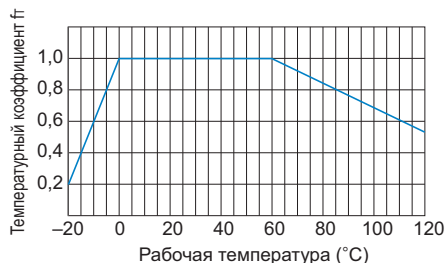

Рис.2 Температурный коэффициент
Рост температуры гайки сверх пределов нормального диапазона уменьшает устойчивость гайки к образованию задиров и прочность материала. Следовательно, необходимо умножить допустимую динамическую тяговую нагрузку (F) на соответствующий температурный коэффициент, указанный на Рис.2.
f_T : температурный коэффициент (см. Рис.2)